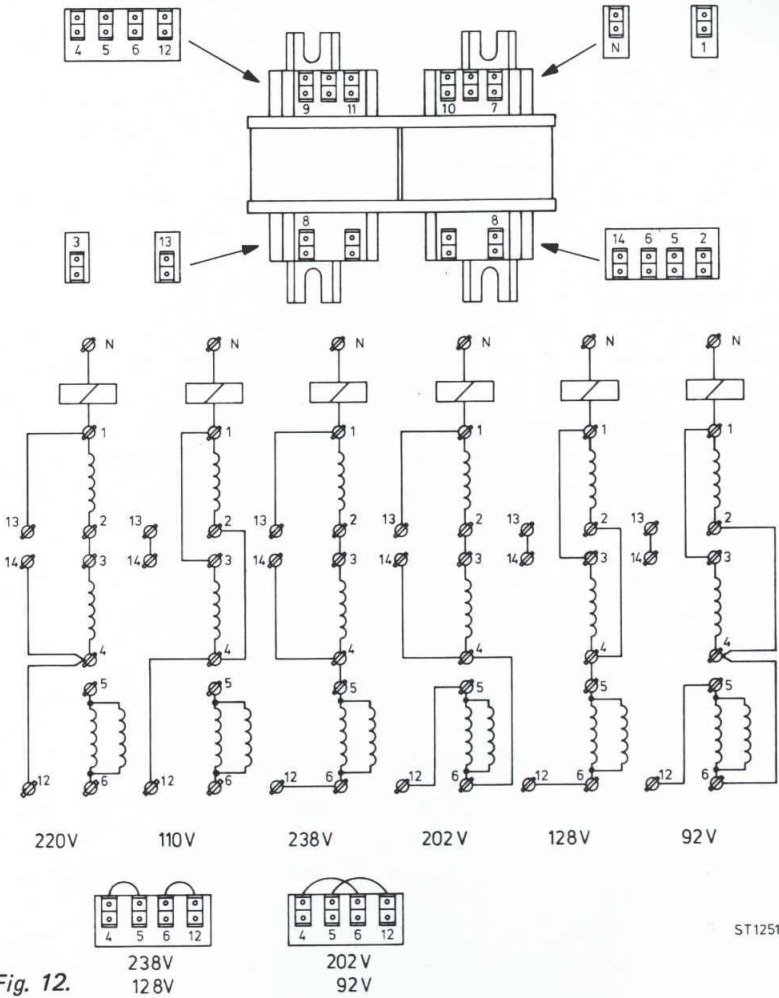

Fig. 12.
L'appareil peut être adapté à d'autres tensions secteur par modification du câblage de transformateur secteur (Fig. 12, page 60).
- Modifier le câblage des connexions 4, 5, 6 et 14 conformément à la figure 12, page 60.